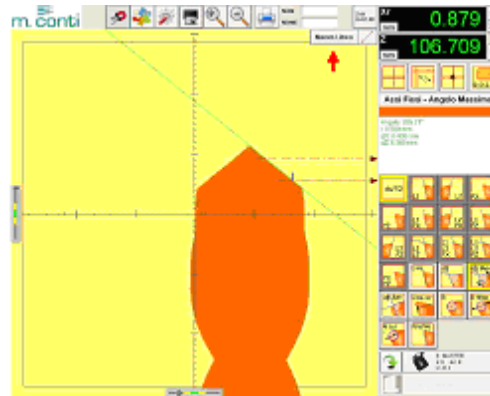

fig. G8
- Cliquer sur un deuxième point à l'intérieur de l'outil et sur un autre en dehors de l'outil pour sélectionner la direction; la première ligne est tracée sur l'écran (fig. G8)
- En cliquant avec le bouton gauche de la souris sur l'icône **Nuova Linea** (fig. G8), on trace une deuxième ligne en utilisant la même procédure que celle des phases 1 et 2.